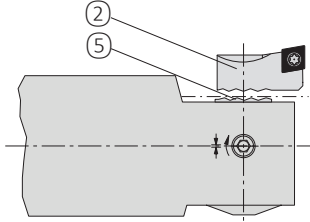

Fig. 3
El elemento deslizante (5) está perfilado de manera especial para conectarse a los distintos soportes de plaquita de forma rápida y fácil (2) (Fig. 3).